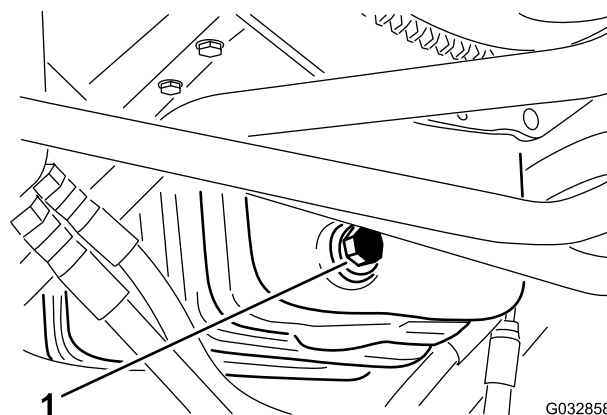

Figura 56
1. Retire o tampão de escoamento (Figura 56) e deixe o óleo escorrer para um recipiente adequado.